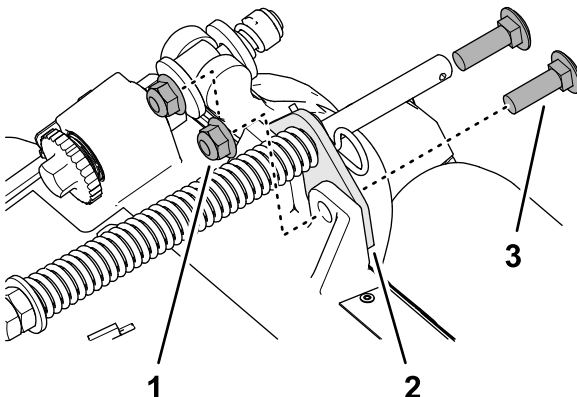

Figura 18
2. Remova as duas porcas de fixação flangeadas (3/8 pol.) e dois parafusos de carroçaria (3/8 x 1-1/4 pol.) que fixam o suporte-compensador da relva à estrutura da unidade de corte (Figura 18).